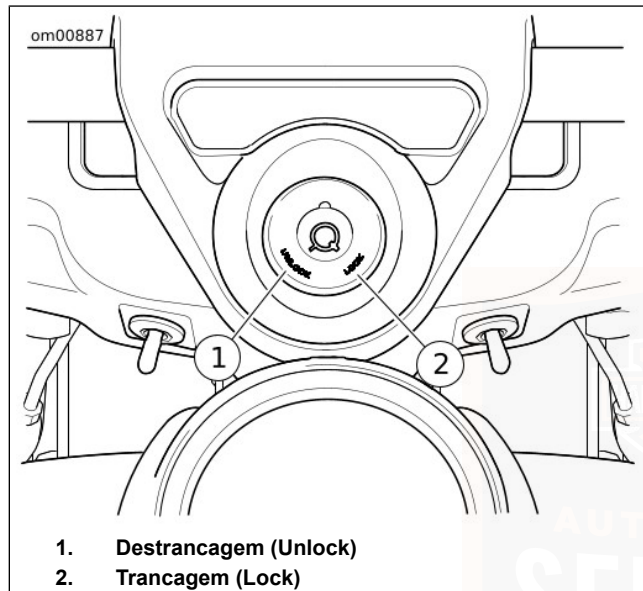

Figura 5. Trancagem do garfo: FLHR/FLHRC
Ver a Figura 5. Nos modelos FLHR/FLHRC, a tranca do garfo dianteiro está localizada no topo da cabeça da direcção, atrás do corpo do farol dianteiro e no interior da cobertura do grampo do guiador.
2. Ver a Figura 5. Introduzir a chave e rodá-la para a esquerda (posição de trancagem [LOCK]). Remover a chave.